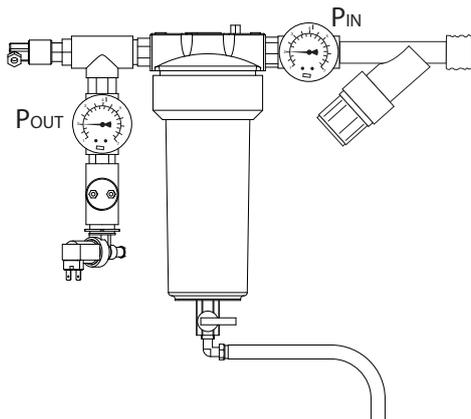

Fig. 1.a
Il controllo dei filtri va effettuato mensilmente, mentre la sostituzione del filtro da 9" (Fig. 1.c) va eseguita solo se la differenza di pressione tra i due manometri in Fig. 1.a è > di 0,5 bar.
4. scaricare il filtro: aprire il rubinetto inferiore del filtro, premere il tappo di blocco superiore per scaricare completamente il filtro (Fig. 1.b).